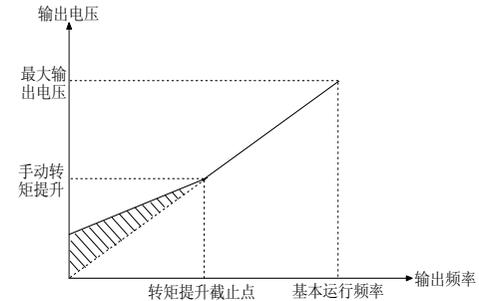

图 5-9-3 手动
- ◆ 为了补偿低频转矩特性, 可对输出电压作一些提升补偿。本功能码设为0.0%时为自动转矩提升模式, 设为非0%时为手动转矩提升方式, 如图5-9-3。
- ◆ 该功能定义手动转矩提升的截止频率, 见图5-9-3。该截止频率适用于P9.00确定的任何V/F曲线。